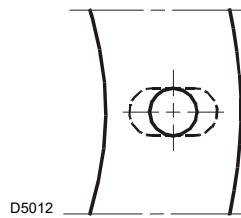

Fig. 8
- Élargir les trous de l'écran isolant si nécessaire (Fig. 8), en prenant soin de ne pas l'endommager.